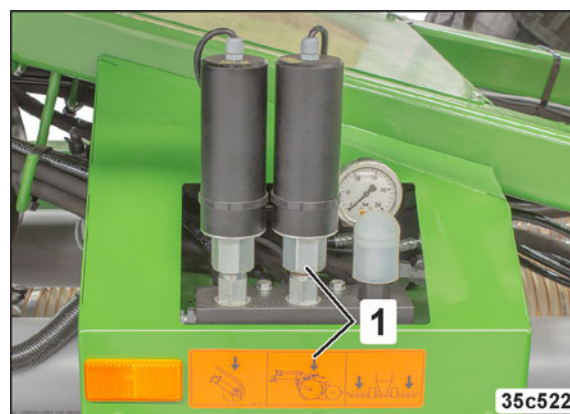

Рис. 83
- серводвигателя (Рис. 83/1, опция), управляемого через терминал AMATRON 3 в кабине трактора.